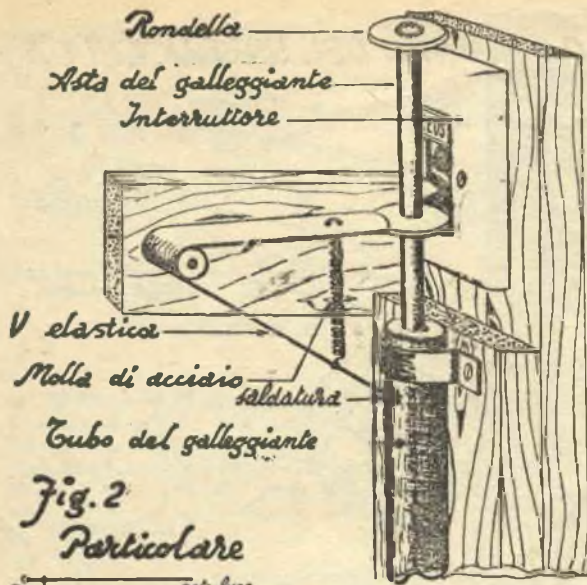

Fig. 2
1) Prendete due regoli di legno, uno di mm. 20x80x900 ed uno di mm. 30x80x750 ed inchiodateli l'uno sull'altro, come mostra la fig. 2, in modo da formare un blocco unico.
9) Montate questa V su due assicelle di legno (tra le quali passerà il suo asse), che inchioderete poi al regolo porta tubo, regolandovi secondo la fig. 2 e facendo attenzione affinché: